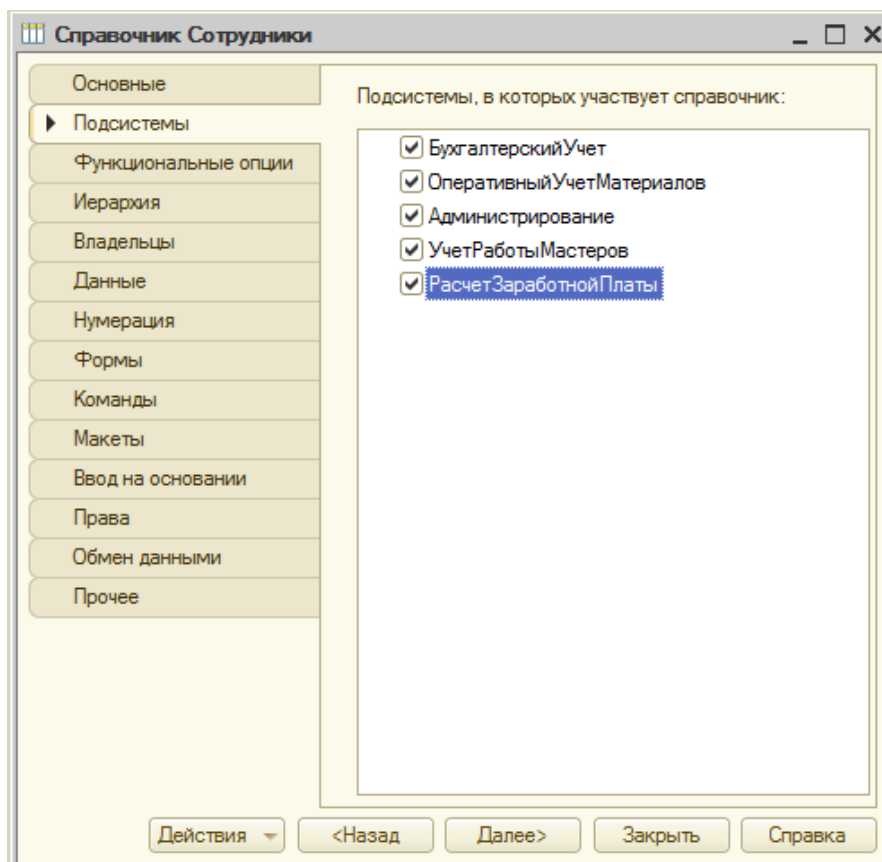

Рисунок 2.15 – Новый справочник, добавленный во все подсистемы
2.5 Теперь внесем в нашу конфигурацию еще одно изменение. Добавим в ветвь **Справочники** новый справочник, назовем его **Сотрудники** (реквизит **Имя** на вкладке **Основные**) и добавим во все подсистемы, Рисунок 2.15.